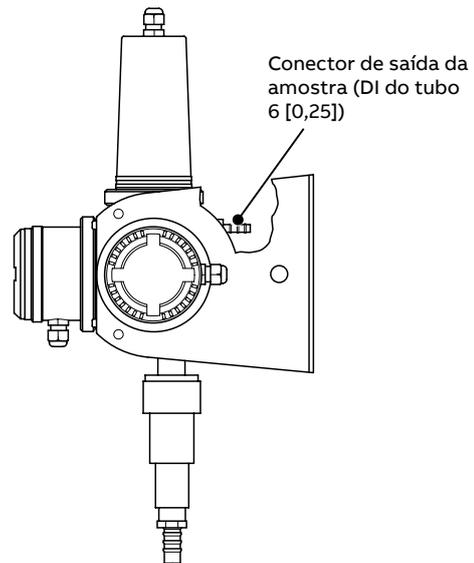

Figura 4 Série 4690 – localização do conector de saída da amostra
- 3 Ligue o tubo de saída da amostra. Consulte Figura 4.